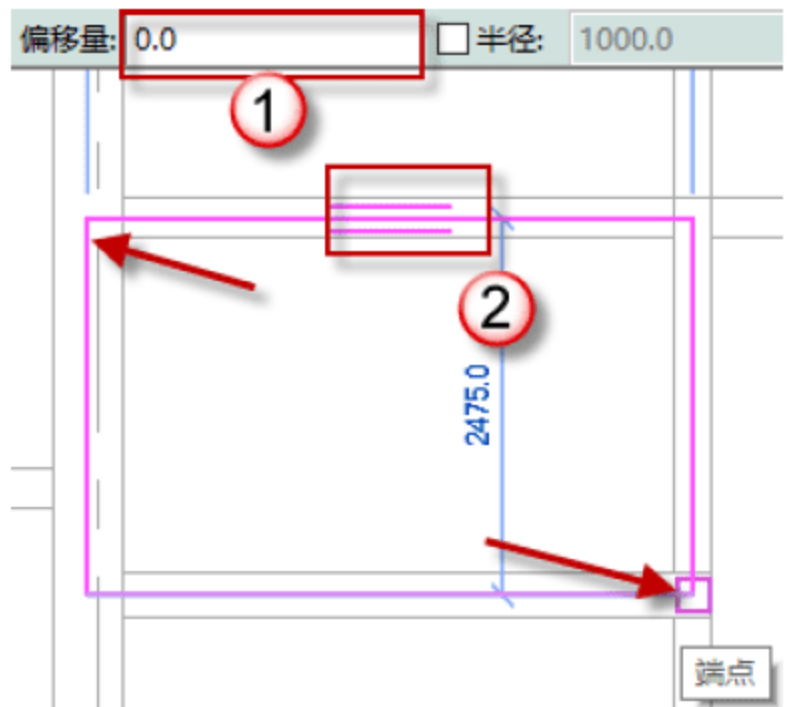

图 4.3.42 绘制 20 号板
(17) 绘制 20 号板，单击“矩形”按钮，绘制 20 号板，调整跨方向，将偏移量设置为 50，单击√按钮，完成绘制，如图 4.3.42 所示。